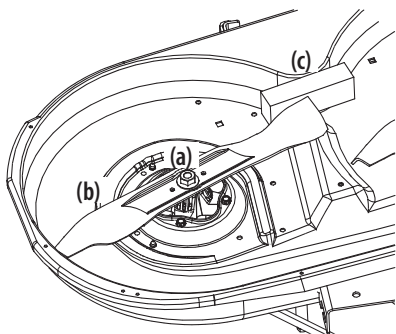

Figure 50
2. Utilisez une clé de 15/16 po pour maintenir l'écrou hexagonal au sommet de l'ensemble de la fusée en desserrant l'écrou hexagonal (a) retenant la lame (b). Vous pouvez placer une cale en bois (c) entre le carter du plateau de coupe et le tranchant de la lame (b) pour aider à débloquent l'écrou hexagonal (a) retenant la lame. Consultez la Figure 50.